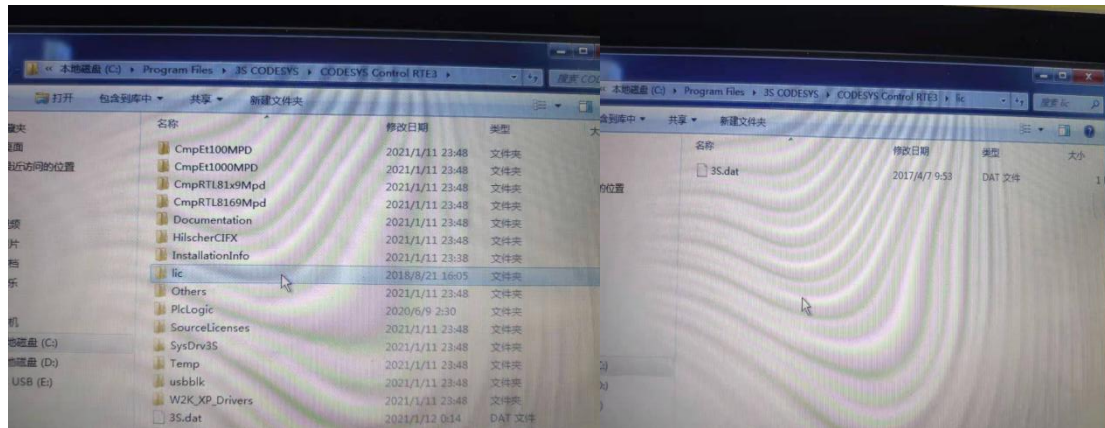

图 2-5-4 CodeSys RTE 注册步骤 3
2. 在 ... \3S CODESYS\CODESYS Control RTE3\目录下新建一个 'lic' 的文件夹，把附件中的 3s.dat 到 lic 文件夹中，如图 2-5-4。